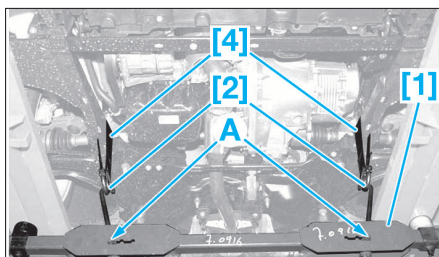

FIG. 61
- Engager les sangles [4] équipées de leurs manilles [2] sur le berceau (Fig.61).